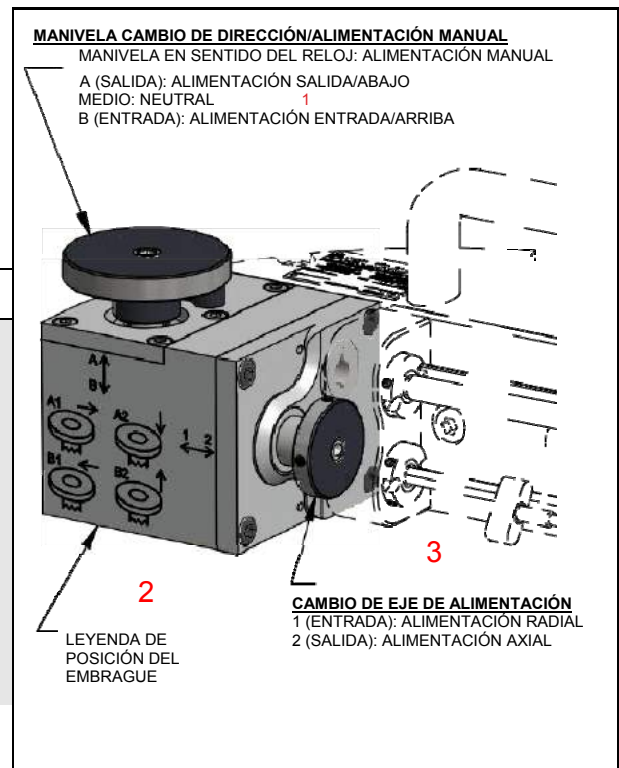

FIGURA 3-33. CONTROLES DE ALIMENTACIÓN (SE MUESTRA EN FF1200)
- Ajuste la perilla de cambio del eje de alimentación a la posición 1 (radial) (Figura 3-33).